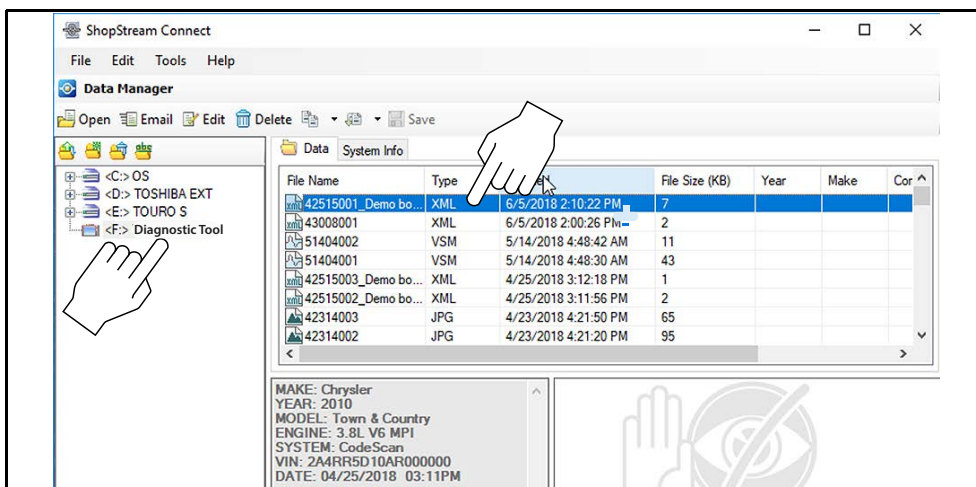

Abbildung 15-6
1. Führen Sie zum Öffnen des Fahrzeugsystemberichts (Abbildung 15-6) in der Code-Scan-Anzeige (Abbildung 15-7) einen Doppelklick auf die Code-Scan .XML-Datei in der Dateiliste aus.